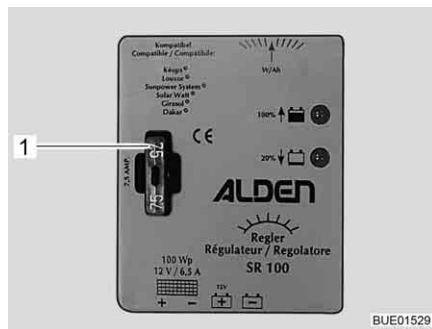

Bild 116 Säkring laddningsregulator för solpanel 100 W
- Byt flatsäkring 5 A/ljusbrun (Bild 116,1).